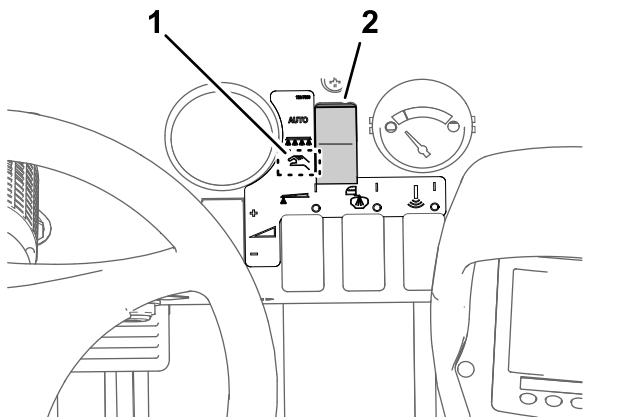

Figure 46
2. Placez le sélecteur de mode du pulvérisateur en position Mode manuel (Figure 46).